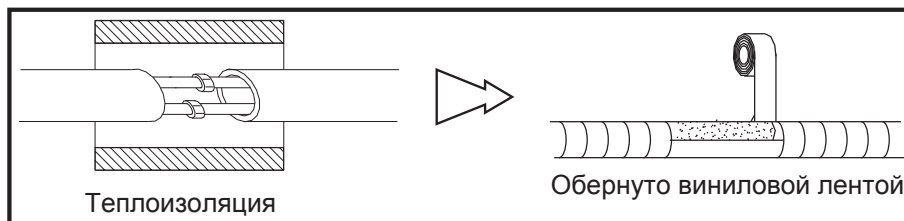
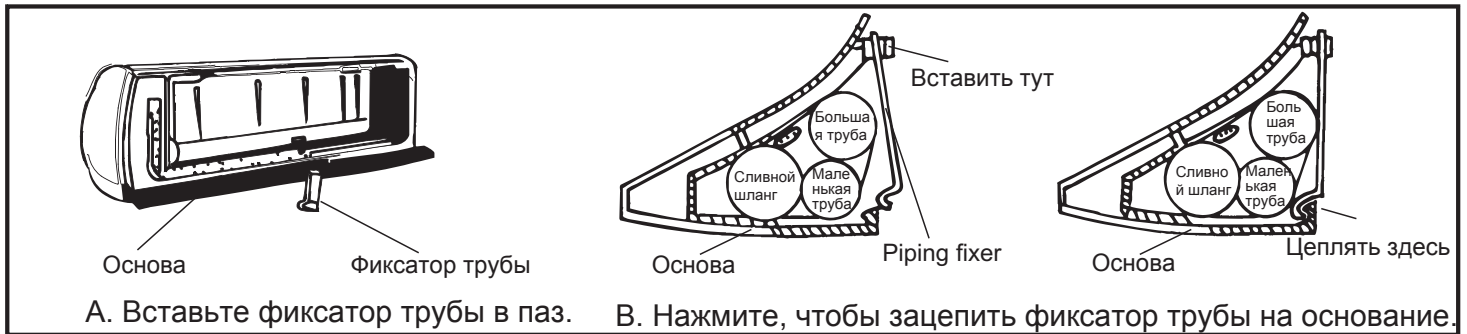

Рис.13
Рис. 15
5) После соответствующего подключения труб необходимо установить сливной шланг. Затем подключить кабели питания. После подключения необходимо обернуть вместе трубы, кабели и дренажный шланг теплоизоляционными материалами (Рис. 13 - Рис. 15).